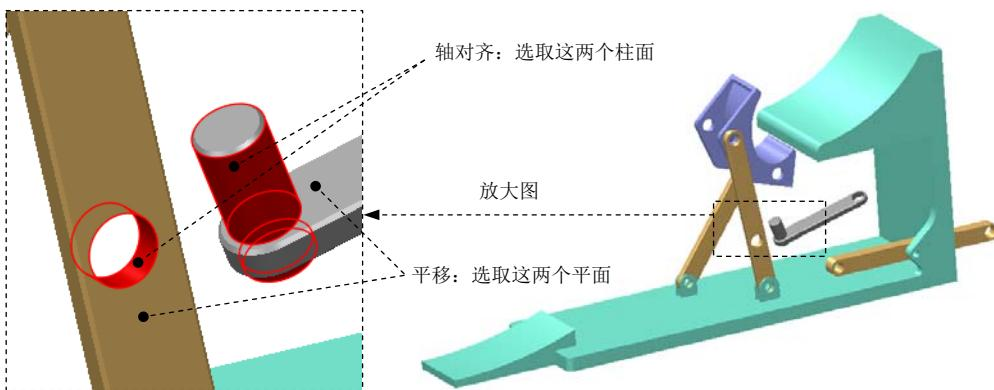

图9.5.22 创建销(Pin)连接
(6) 单击操控板中的√按钮，完成滑块连接的创建。
Step11. 引入元件LINK03.prt，并将其调整到图9.5.22所示的位置。
(1) 在“元件放置”操控板的机械连接约束列表中选择销选项。
(2) 定义“轴对齐”约束。单击操控板中的**放置**按钮，分别选取图9.5.22中的两个柱面为“轴对齐”约束参考，如图9.5.23所示。
(3) 定义“平移”约束。分别选取图 9.5.22 中的两个平面为“平移”约束的参考，如图 9.5.24 所示。